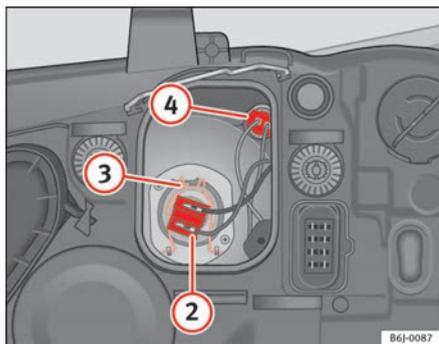

Fig. 146 Luci di posizione
- Estrarre il connettore ⇒ fig. 146 ② dalla lampada.
- Sganciare la molla di ritegno ⇒ fig. 146 ③ premendo verso l'interno e a destra.